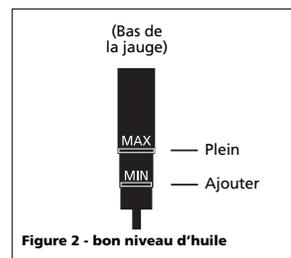

Figure 2 - bon niveau d'huile
**Ne pas utiliser d'huile régulière pour les automobiles telle que la 10 W-30.** Les additifs de l'huile régulière à moteur peuvent provoquer des dépôts dans la soupape et réduire la durée de vie utile de la pompe. Pour une durée de vie de pompe maximale, drainer et remplacer l'huile après la première heure d'utilisation. Éviter de trop remplir en ajoutant l'huile graduellement et en vérifiant le niveau d'huile plusieurs fois avec la jauge. Ajouter suffisamment d'huile pour atteindre la ligne "max" sur la jauge. Le niveau d'huile approprié est illustré à la figure 2.